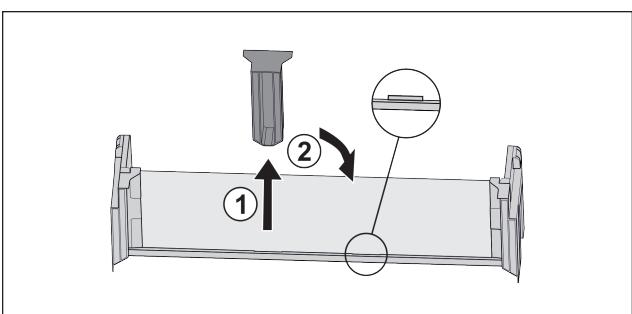

Fig. 18*
► Снимите среднюю поддерживающую деталь Fig. 18 (1).*
► Вставьте среднюю поддерживающую деталь во вторую позицию Fig. 18 (2).*